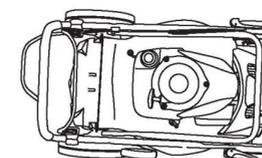

Fig. 14, position rabattue
2. Libérer le levier de fixation (7) et replier l'ensemble de poignées pour le rangement. S'assurer que les câbles (5, 6, 24) ne sont pas coincés (Fig. 14)